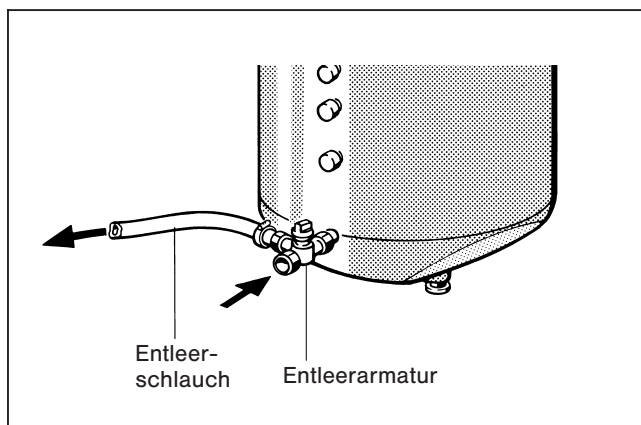

Abb. 7
- Entleerarmatur an Kaltwassereintritt (EK) montieren (Abb. 7).